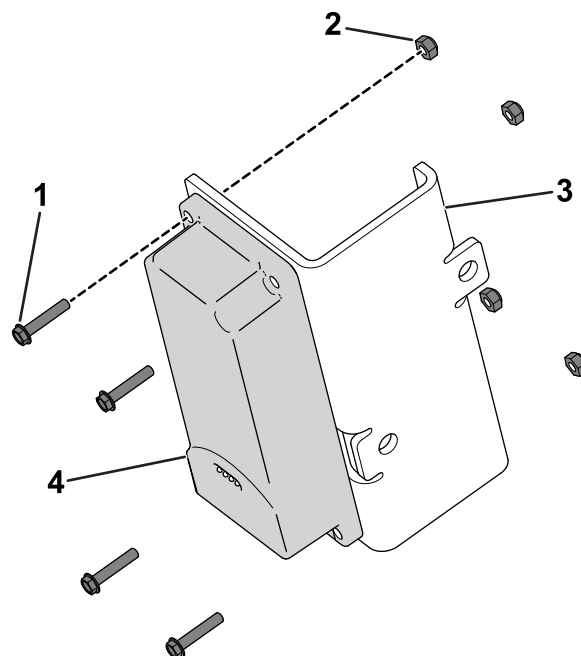

Bild 10
1. Verwenden Sie vier Sechskantschrauben (Gr. 10 x 1") und vier Sicherungsmuttern (Gr. 10), um das Telematikgerät an der Gerätehalterung zu befestigen (**Bild 10**).